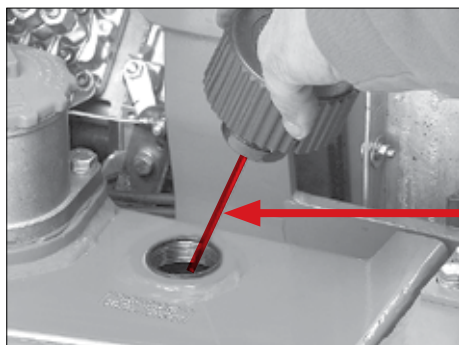

Fig. 88
5. La jauge d'huile est située sur la partie inférieure du filtre d'aération. Retirer la jauge d'huile (Fig. 88).